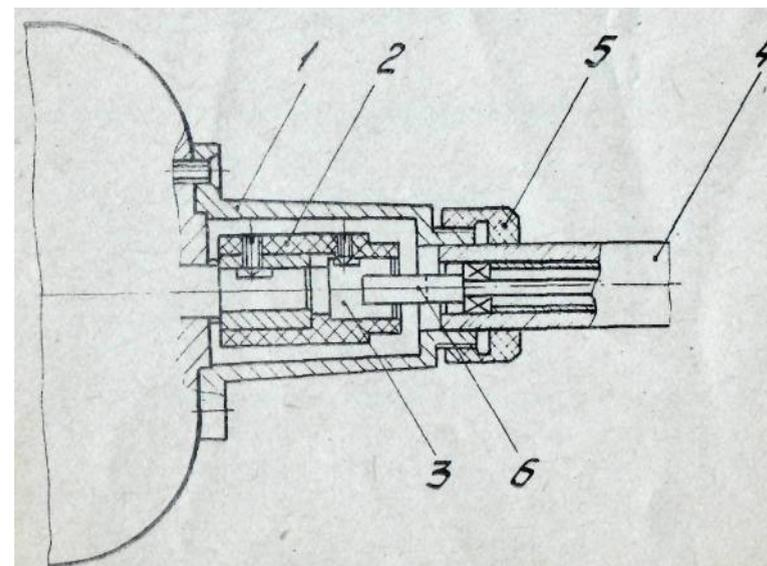

Рис. 5. Схема подсоединения рукава гибкого РГТ-10 к электродвигателю
При подсоединении рукава РГТ-10 (Рис. 5) валик 6 рукава 4 вставьте в отверстие муфты 2 таким образом, чтобы прорез валика 6 вошла в поводок 3, после чего наверните гайку 5 на резьбовую поверхность втулки 1 до упора.
**7.11.** Для замены гибкого рукава РИТ-К) (Рис. 5) отверните гайку 5 и снимите рукав.